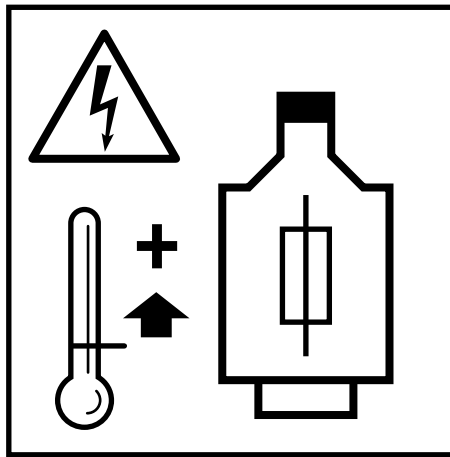

Fig.: 14
3. Prévoir un disjoncteur-protecteur de moteur (Fig.: 14)